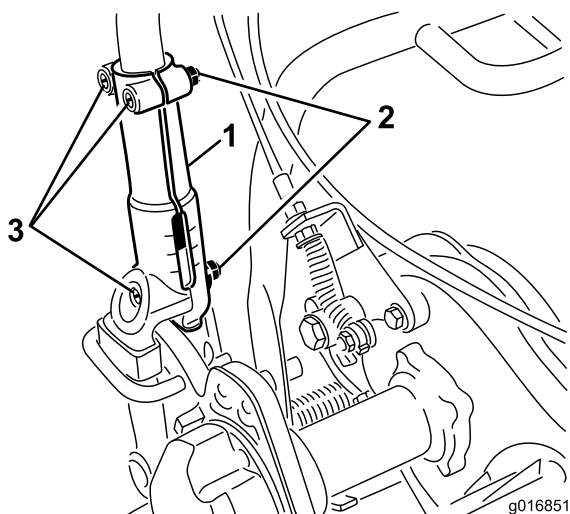

Figura 27
1. Solte os 3 os parafusos e as porcas da carroçaria que fixam cada um dos lados do manípulo nas pegs da barra de ligação (Figura 27).